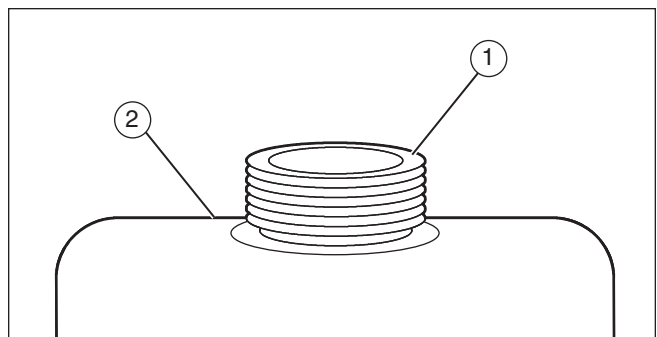

Figura 6
Riempire il serbatoio di combustibile (1) fino alla posizione PIENO (2) con benzina senza piombo regolare (Figura 6). Non usare benzina senza piombo super. Verificare che la benzina sia fresca e pulita. Benzina con piombo aumenterà i depositi e ridurrà la durata delle valvole.